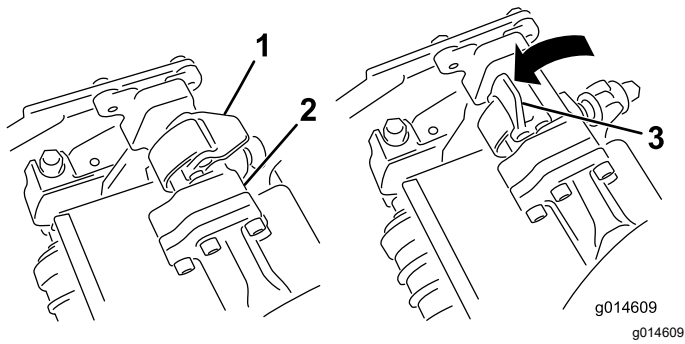

図 46
3. サスペンションアームのバーについているラッチを上向き開いた状態にして 図 46、サスペンションアームを押し下げて、バーを、カッティングユニットのバーの上に被せるようにする 図 47。
- 4. ラッチを下げて閉じるとカuttingユニットのバーがロックされてユニットがアームにセットされる 図 46。
4. 取り外したいCuttingユニットのサスペンションアームのバーについているラッチを開く(図 46)。